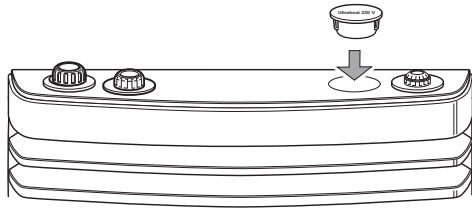

Abb. 22
- ▶ Eine freie Abdeckkappe in der Abdeckung der S-Heizung gegen die Abdeckkappe mit Beschriftung „Ultraheat 230 V“ austauschen (Abb. 22).